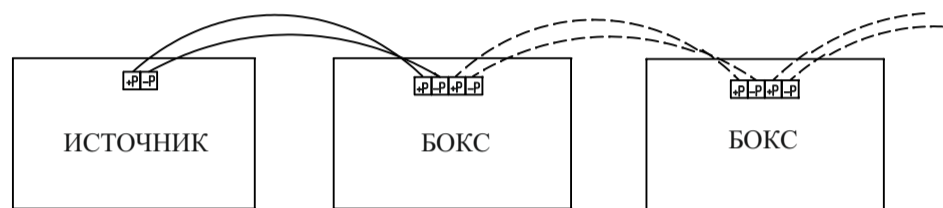

Рисунок 1 – Схема подключения боксов к источнику
- е) подсоединить клеммы «+Р», «-Р» бокса к соответствующим клеммам «+Р», «-Р» источника питания ИВЭПР (см.рисунок 1) и подать напряжение 230 В. При этом должны засветиться зеленым цветом индикаторы **СЕТЬ**, **АКБ** и **ВЫХОД**.